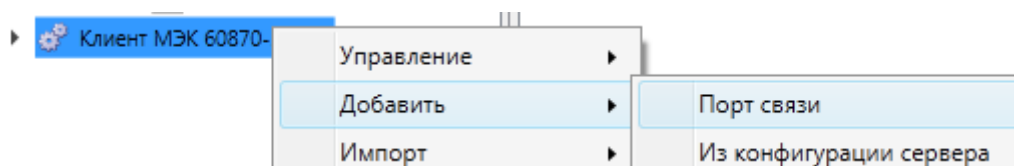

Рисунок 166 – Добавление порта связи клиента МЭК 60870-5-103
**Порт связи** добавляется командой **Добавить** → **Порт связи** контекстного меню узла **Клиент МЭК 60870-5-103** (рисунок 166).